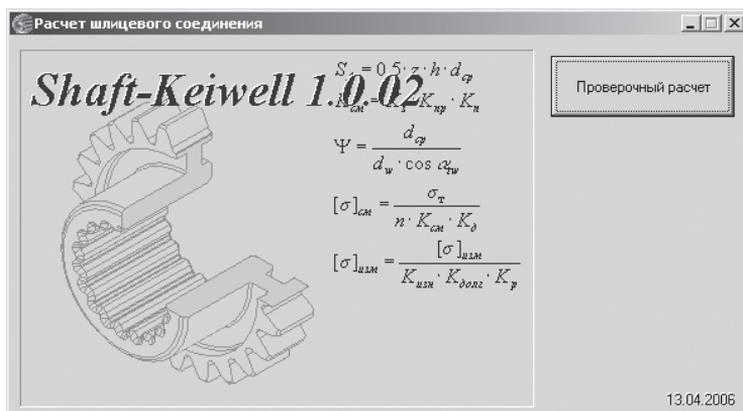

Рис. 3.30. Начальное окно системы **Расчет шлицевого соединения**
- щелкните в диалоговом окне **Шлицы прямоугольные** по кнопке  – **Расчет шлицевого соединения**. Появится начальное окно системы **Расчет шлицевого соединения**, см. рис. 3.30;